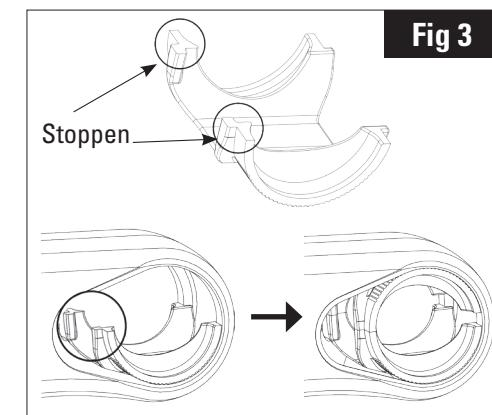

Fig 3
1. Plaats een van de halve schelpen (11) horizontaal in het lichaam van de stuurpen, en voer dan de tweede halve schelp in (stoppen moeten tegenover elkaar en naar voren geplaatst zijn: Fig. 3)